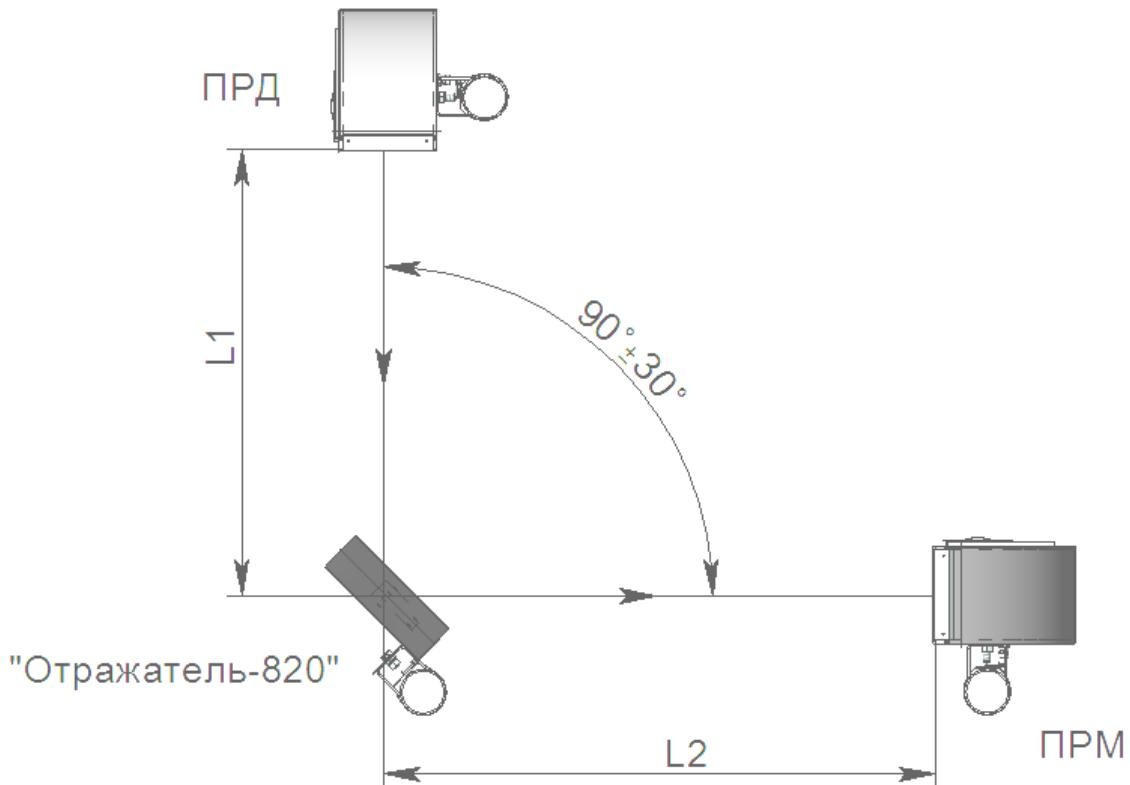

Рисунок 10.1
10.2 При работе с «Отражателем-820» суммарная длина зоны обнаружения L_1+L_2 (где L_1 – расстояние между ПРД и отражателем, L_2 – расстояние между отражателем и ПРМ, см. рисунок 10.1) не должна превышать 70м.